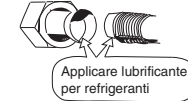

Fig. 5-4
- (1) Applicare un tappo a tenuta o del nastro impermeabilizzante per evitare che acqua e polvere cadano nei tubi non ancora in posa.
- (2) Prima di collegare i tubi si deve applicare lubrificante per refrigeranti (olio a base d'etere) sulla superficie delle svasature. Non lo si deve tuttavia applicare sulle filettature. Questa serve per ridurre le perdite di gas. (Fig. 5-4)